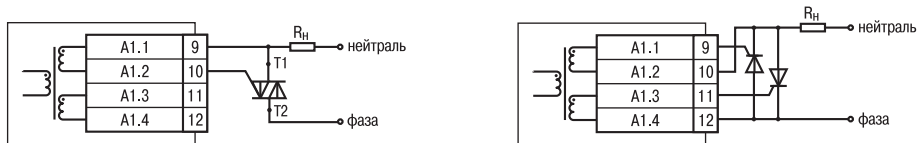

Рис. 5
3.1.1.5. **Импульсный трансформатор** имеет две вторичные обмотки, что позволяет подключать к каждому каналу прибора либо симистор, либо два тиристора (рис. 5).